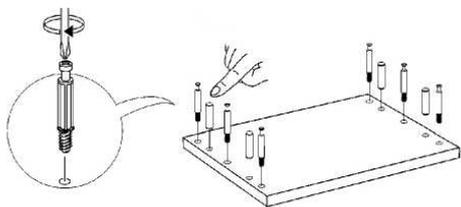

Рис. 3 - Установка шкантов и штоков эксцентриков
1. Ввинтите в боковые стенки (3,4), перегородку (9) штоки эксцентриков, а также вставьте шканты. (Рис.3).